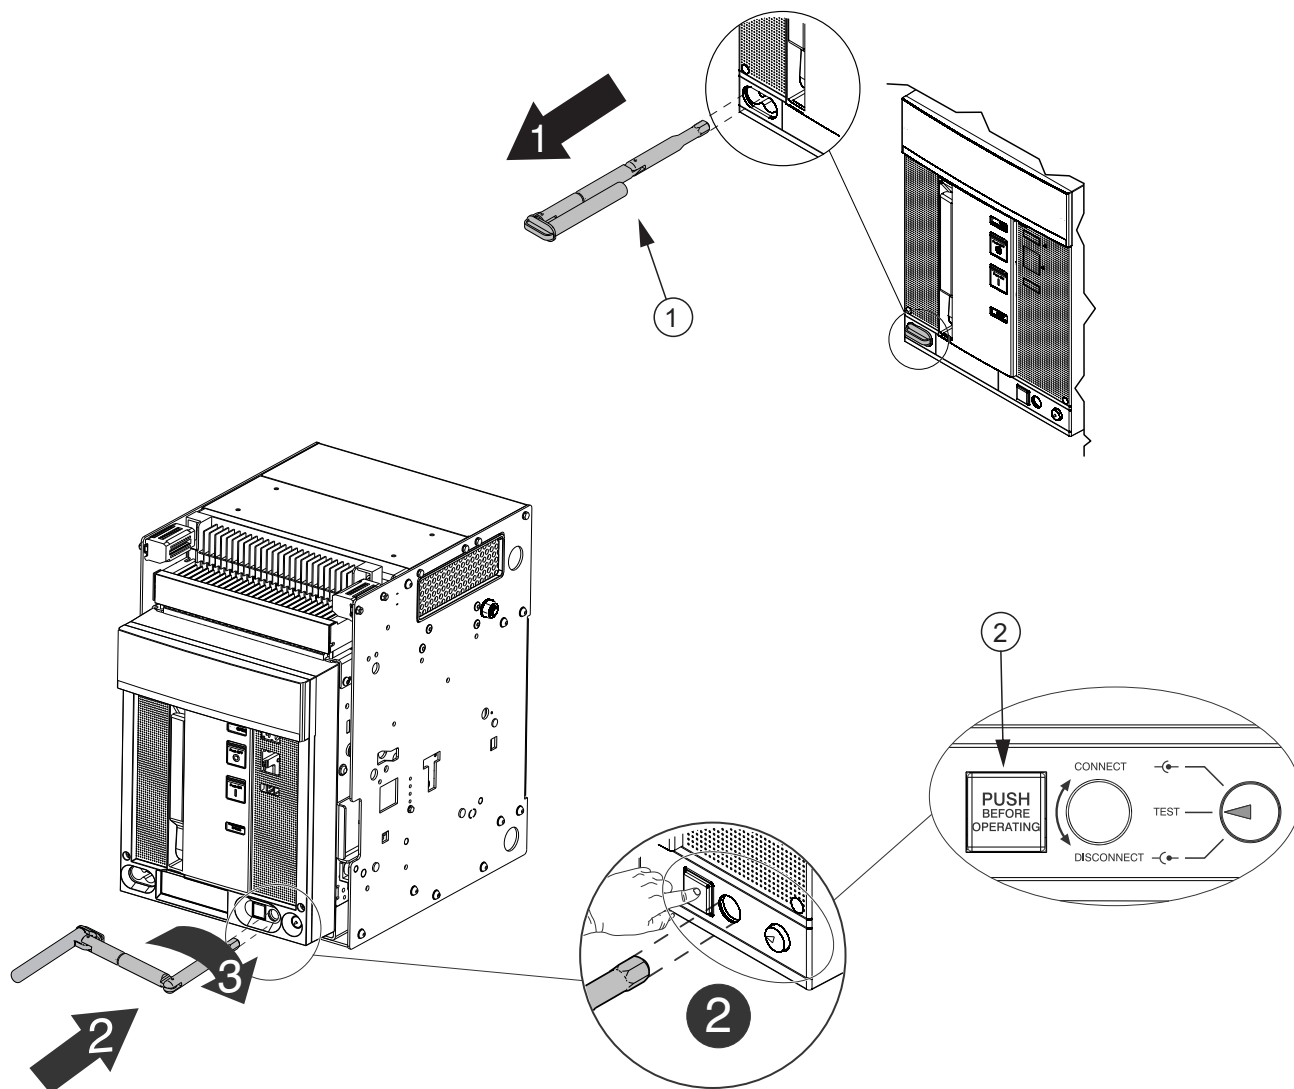

Fig. 13
Sbloccare la manovra premendo la levetta/pulsante di sblocco (2). Inserire la manovella (1) nel relativo innesto (fig. 13). Procedere quindi alla rotazione della manovella fino allo scatto automatico in blocco, coincidente con il ritorno nella posizione di riposo della levetta/pulsante (2). L'interruttore è in posizione di «test isolated» e può essere manovrato sia manualmente che elettricamente.
Unlock the operating mechanism by pressing the unlocking lever/push-button (2). Insert the handle (1) into its seat (fig. 13). Now turn the handle to the automatic locking position, at which the lever/push-button (2) will return to its inoperative position. The circuit-breaker is in the «test isolated» position and can be operated both electrically and in the manual mode.
Die Schaltung freigeben, indem man den Hebel/die Taste zur Entriegelung (2). Die Handkurbel (1) in die entsprechende Aufnahme (Abb. 13) stecken. Dann die Drehung der Handkurbel bis zur automatischen Einrastung in der Verriegelung vornehmen, die mit der Rückkehr des Hebels/der Taste (2) in die Ruhestellung übereinstimmt. Der Leistungsschalter befindet sich in der Position «test isolated» und kann sowohl von Hand als auch elektrisch geschaltet werden.
Débloquer la manœuvre en appuyant sur le levier/bouton-poussoir de déblocage (2). Introduire la manivelle (1) dans son accouplement (fig. 13). Puis tourner la manivelle jusqu'au premier cran automatique de blocage, qui coïncide avec le retour levier/bouton-poussoir (2) dans la position de repos. Le disjoncteur est dans la position de «test isolated» et il peut être manœuvré aussi bien manuellement qu'électriquement.
Desbloquear la manivela presionando la palanca/pulsador de desbloqueo (2). Insertar la manivela (1) en el correspondiente acoplamiento (fig. 13). Efectuar la rotación de la manivela hasta el primer disparo automático en bloqueo, coincidente con el retorno en la posición de reposo de la palanca/pulsador (2). El interruptor está en posición de «test isolated» y puede ser maniobrado manual o eléctricamente.